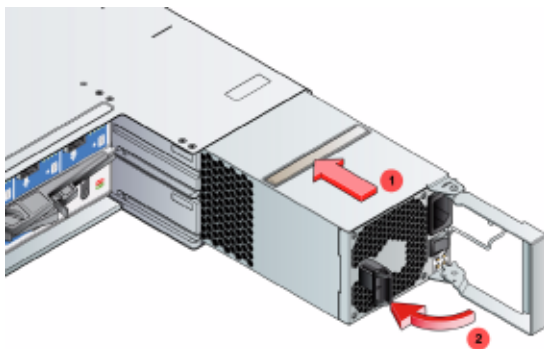

図6-3 電源冷却モジュール
2. 筐体にモジュールをスライドさせます。(図6-3 ❶ 参照)
3. モジュールが筐体に収まるまで押し込み、ハンドルをラッチがかみ合うまで倒します。(図6-3 ❷参照)